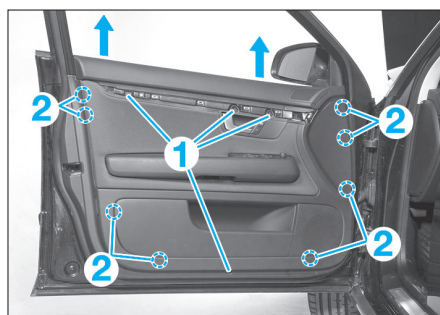

Fig. 31
- Déposer les vis de fixation (1) (Fig.31).